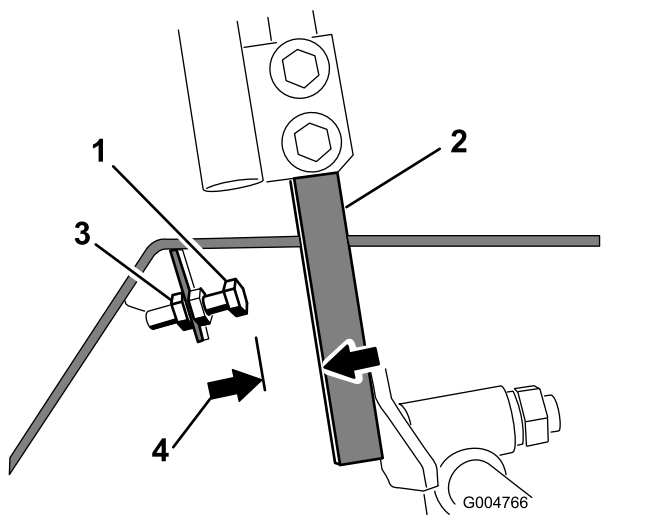

Рисунок 58
4. Ослабьте контргайку на упорном болте рычага управления (Рисунок 58).